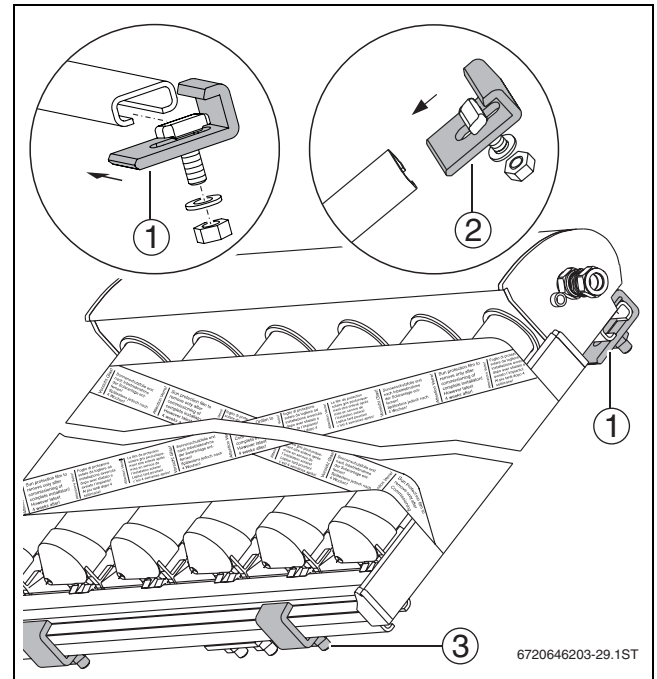

Fig. 31 Fixarea panoului pe șine orizontale
- ▶ Strângeți ghearele de prindere superioare folosind o cheie SW17 (→ Fig. 31).